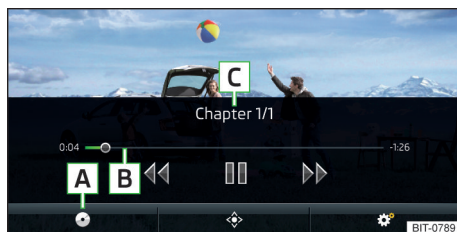

Fig. 184
Menu principal » fig. 184
Avance/retour du vidéo au moment souhaité	Touchez la barre de lecture B » fig. 184 à la page 162.
- Pour **afficher** le menu DVD dans le menu principal *Vidéo DVD* appuyez sur la touche ◆ » fig. 184 à la page 162.